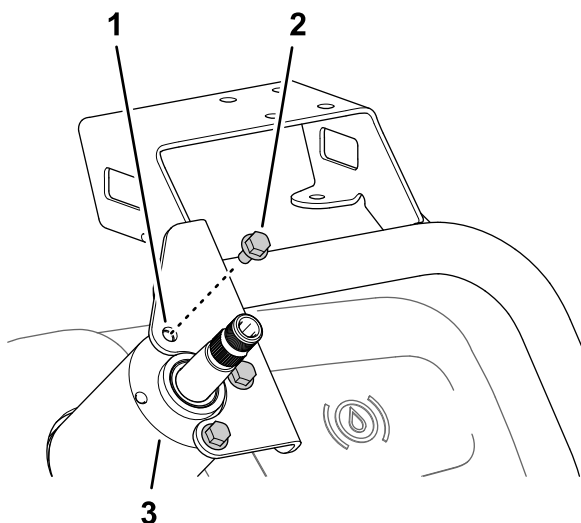

Figura 161
2. Montate il supporto del monitor sull'alloggiamento della valvola di sterzo (Figura 161) con i 3 bulloni a testa flangiata (6 x 12 mm).